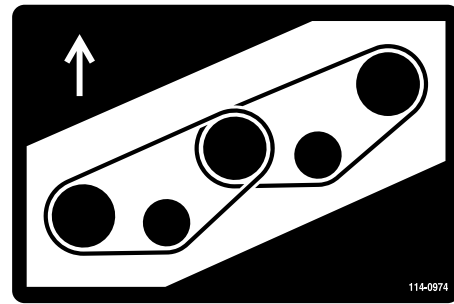
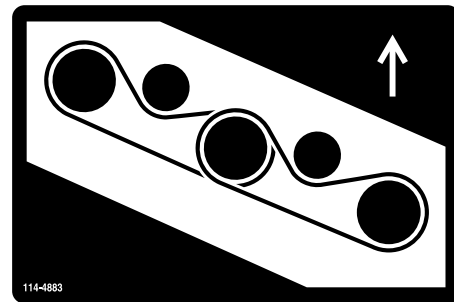

図 118
図 119
7. スピンドルプーリとアイドルプーリアセンブリに新しいベルトを回しかける 図 118 と 図 119。